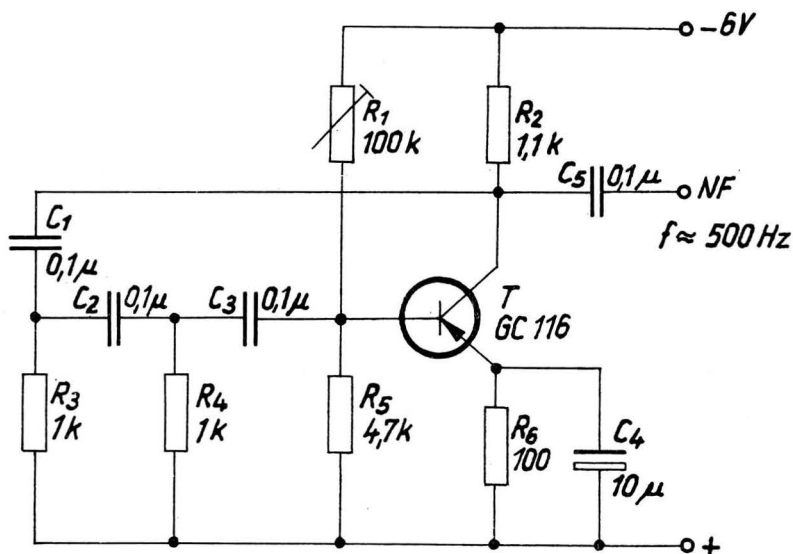

Bild 3
1.2. RC-Tongenerator mit Phasenschieberkette (Bild 3)